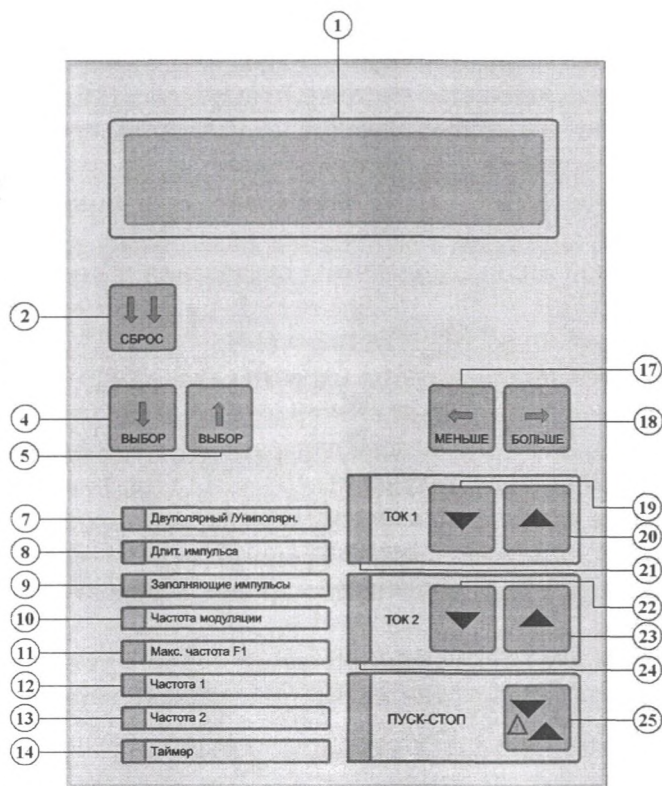

Рис. 3. Изображение передней панели аппарата.
1.5.2. На передней панели аппарата расположены (рис. 3):